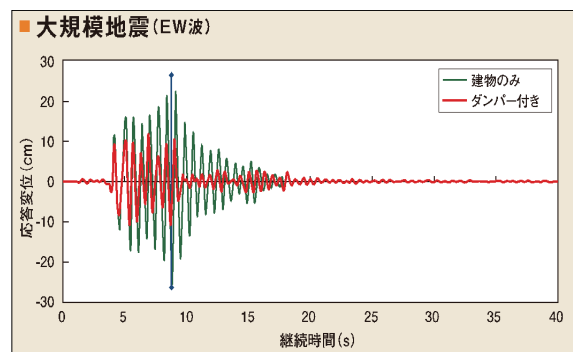

図8 制振効果 <条件による>
- ・減衰効果で地震による揺れを低減させ、建物の変形や損傷を最小限に抑えられる（図8）。